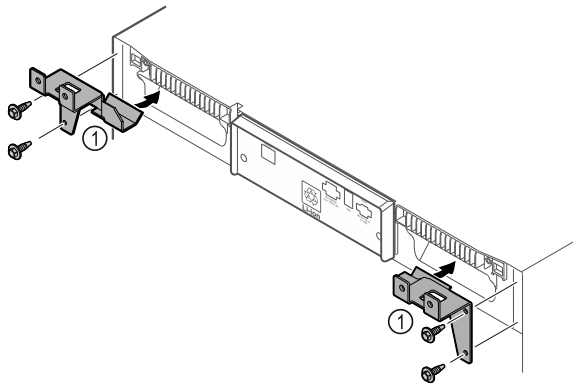

Fig. 10
- ▶ Montare i componenti di tenuta Fig. 10 (1) con viti autofillettanti sul dispositivo.